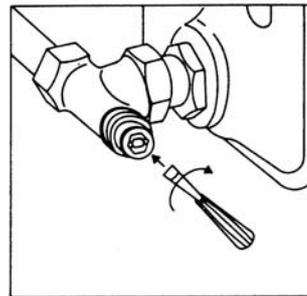

Bild 3
- 1.4 Zuletzt Hohlschraube mit Schraubendreher durch Rechtsdrehen bis zum Anschlag schrauben (Bild 3, nur „Combi 4“).
Wichtig: Bei nachträglicher Veränderung der Voreinstellung sollte erst mit dem Schraubendreher (Bild 3) durch kurze Linksdrehung die Hohlschraube gelöst werden. Dann Änderung der Voreinstellung mit dem Sechskantschlüssel SW 4 (1).